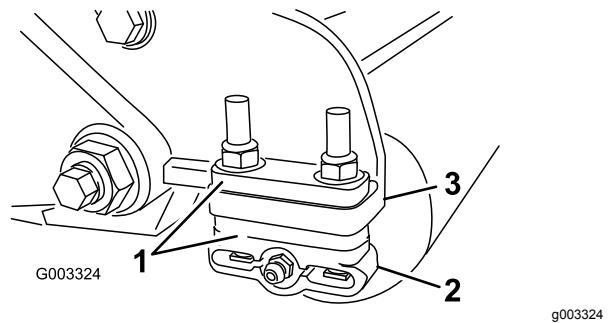

Figura 20
1. Regolate le staffe del rullo posteriore (Figura 20) in base all'altezza di taglio desiderata posizionando il numero di distanziali necessari sotto la flangia di montaggio della piastra laterale (Figura 20) conformemente alla tabella delle altezze di taglio.